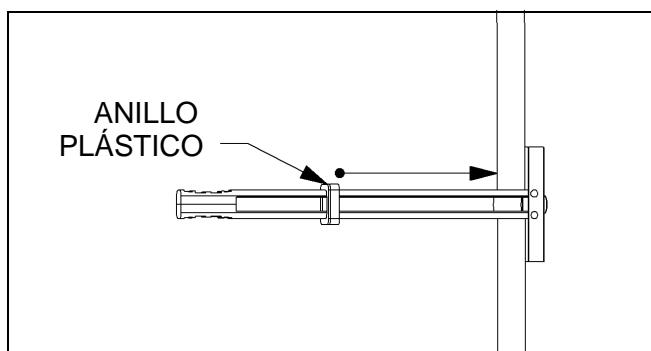

Figura 6.
- Deslice el anillo plástico del anclaje hasta la superficie de la pared (véase la figura 6).